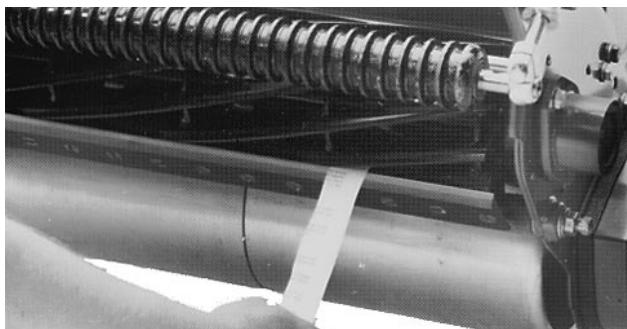

**Fig. 4**
- Amener la tondeuse sur une surface plane et horizontale. Vérifier qu'il n'y a plus de contact du cylindre en desserrant les écrous de blocage des vis de réglage de la contre-lame et en tournant les vis de réglage dans le sens inverse des aiguilles d'une montre (Fig. 4).
- A une extrémité du bord avant du cylindre, introduire une longue bande de papier entre le cylindre et la contre-lame (Fig. 5). Faire tourner le cylindre en avant et serrer simultanément la vis de réglage de la contre-lame (du même côté que le cylindre), un cran à la fois, jusqu'à ce que le papier soit légèrement pincé quand il est introduit par l'avant parallèlement à la contre-lame. On sent alors une légère résistance quand on tire sur la bande de papier (Fig. 4).
**AVERTISSEMENT:** déposer la contre-lame avec précaution, car les ressorts comprimés des vis de réglage (Fig. 4) peuvent se détendre brusquement.